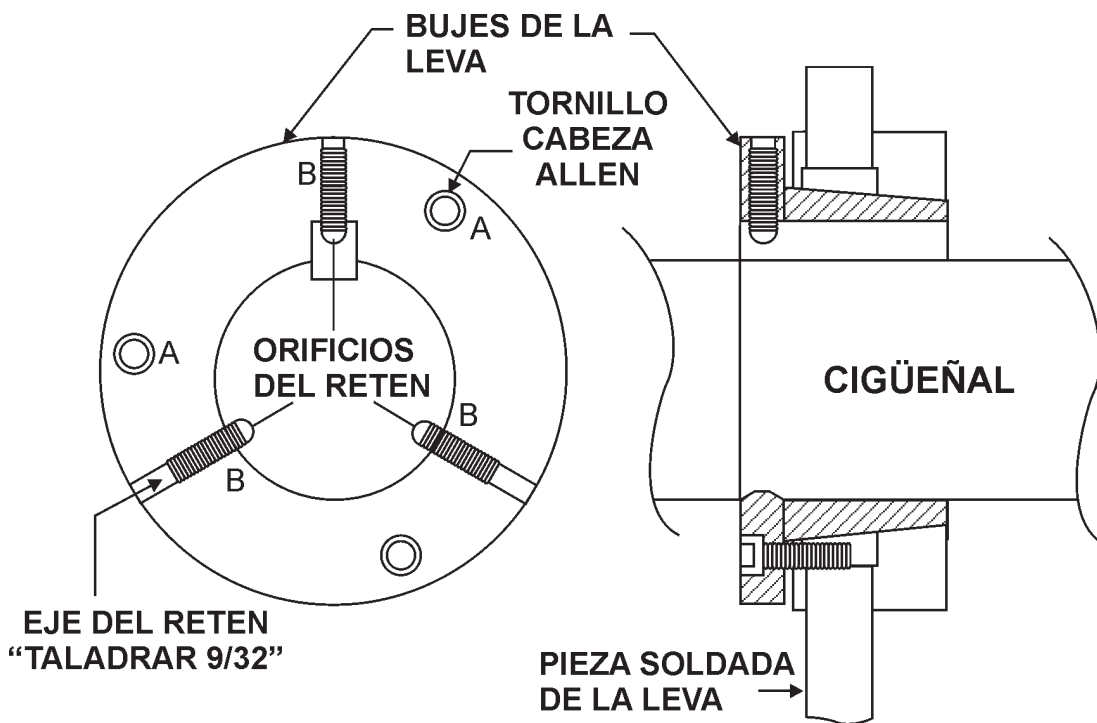

Figura 24. Orificio del reten
1. Después de que el ensamble del balero ha sido instalado, retire el juego de 3 tornillos de cabeza Allen de "punta de trinquete" (B) para permitir que los retenes sean taladrados. Consulte la Figura 24 a continuación.